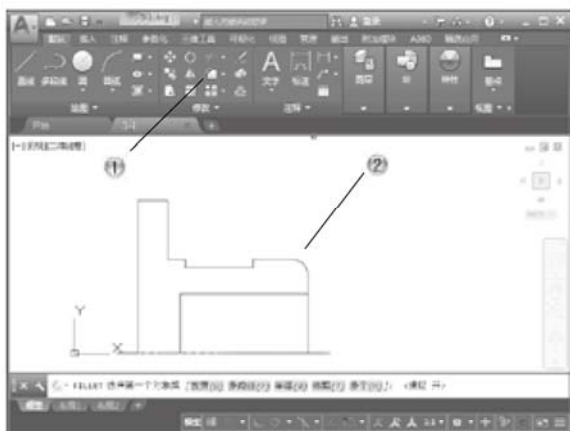
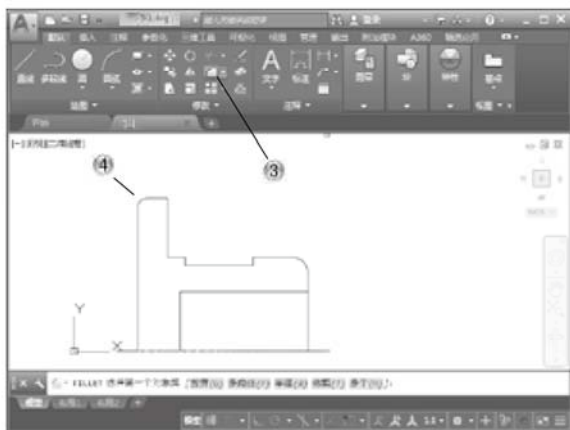

图 5-77
图 5-78
- ① 单击【修改】面板中的【圆角】按钮，如图 5-77 所示。
- ② 在绘图区绘制半径为 4 的圆角。
- ③ 单击【修改】面板中的【圆角】按钮，如图 5-78 所示。
- ④ 在绘图区绘制半径为 2 的圆角。